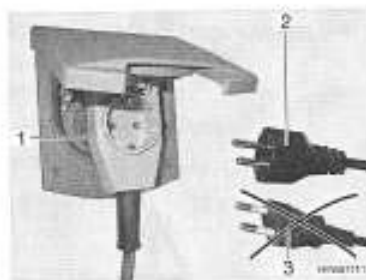

Fig. 117 Raccordement à un adaptateur coudé avec prise de courant
- Lors de l'utilisation d'un adaptateur coudé CEE 17 muni d'une prise à l'arrière (Fig. 117,1), se servir uniquement d'un connecteur en caoutchouc et scellé IP 44 avec contact de mise à la terre (Fig. 117,2). Ne pas utiliser de connecteur sans contact de mise à la terre (Fig. 117,3).